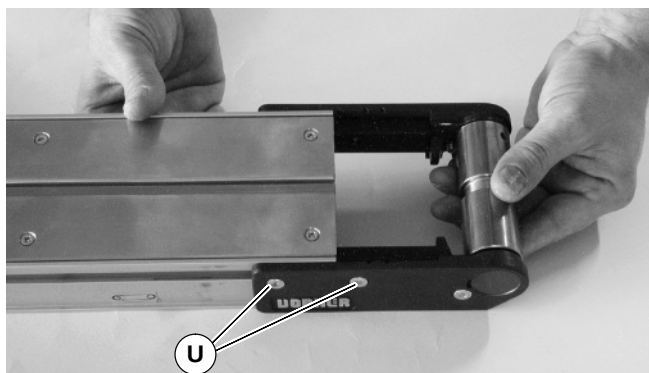

Abbildung 30
1. Zu beiden Seiten des Förderbandes die zwei (2) Befestigungsschrauben lösen (U siehe Abbildung 30). Dann die Umlenkrollenbaugruppe vom Förderbandrahmen abziehen.